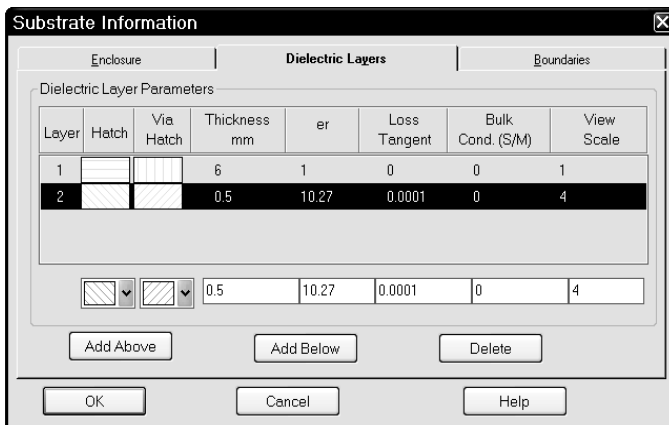

Рис. 2.9
0.0001 и в поле **View Scale** введите **4** (рис. 2.9). Нажмите **OK**.